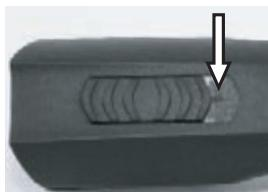

Fig. 4 Interruptor em posição OFF ("0")
1. Teste os contactos da máquina (1) e da bateria (2) verificando se os mesmos estão limpos.
2. Assegure-se de que o interruptor da máquina de tosquia está na posição OFF ("0") (Fig. 4).
1. Coloque o interruptor na posição OFF ("0") (Fig. 4).
2. Pressione o engate da bateria de ambos os lados (2) e retire a bateria (1).